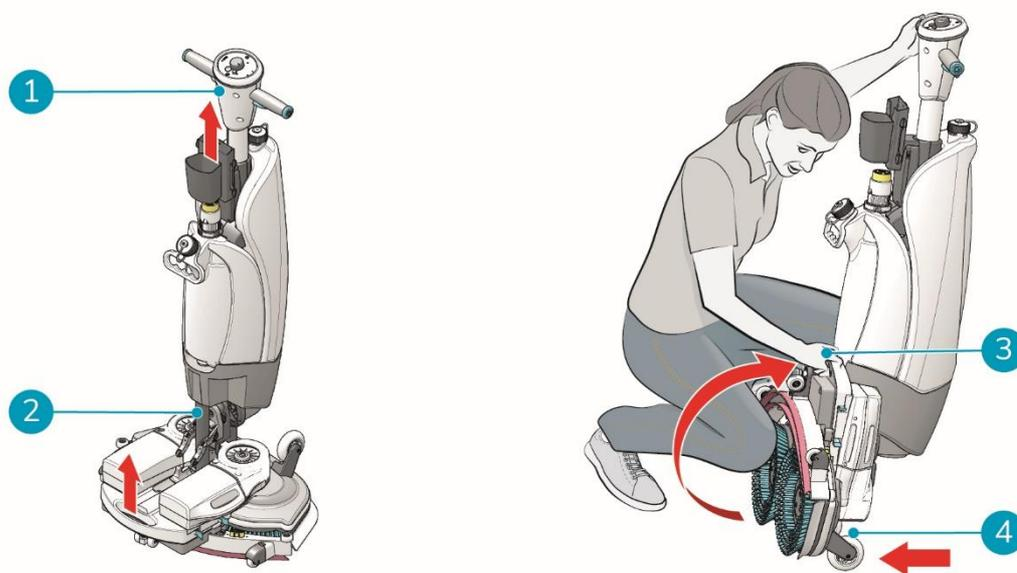

Figura 6
1. Assicurarsi che il tubo flessibile del vuoto (Figura 6, pos. 2) sia spinto all'interno della macchina in modo che non possa essere schiacciato.
2. Accovacciarsi e tenere la maniglia (Figura 6, pos. 1) con una mano mentre si tiene il piatto di lavaggio (Figura 6, pos. 3) con l'altra mano.